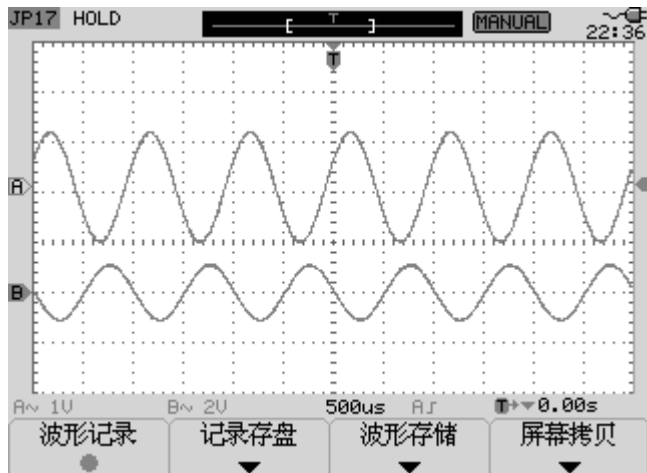

图 2-43 记录停止后的界面。
①波形缓冲区，② 映射到屏幕上的波形数据。
2、要暂停记录可按 F1，或者按 HOLD/RUN 键盘。记录停止后的屏幕显示如图 2-43 所示：